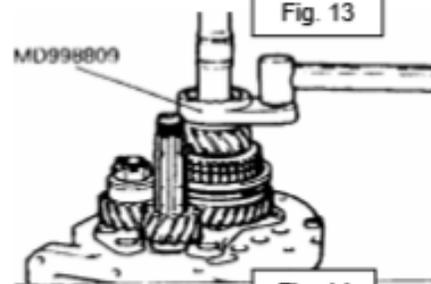

Fig. 14
- Amar los sincronizadores (Fig. 14), engranajes y rodajes usando la prensa, luego bloquear la tuerca con un mandril, según la figura 15.